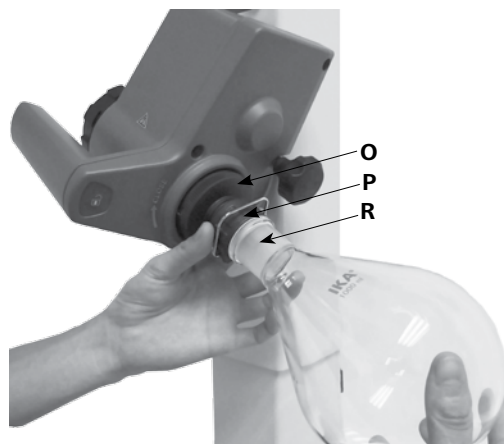

Fig. 15a
- エバポレータフラスコ(R)を蒸気パイプに取り付けます。(Fig.15a)